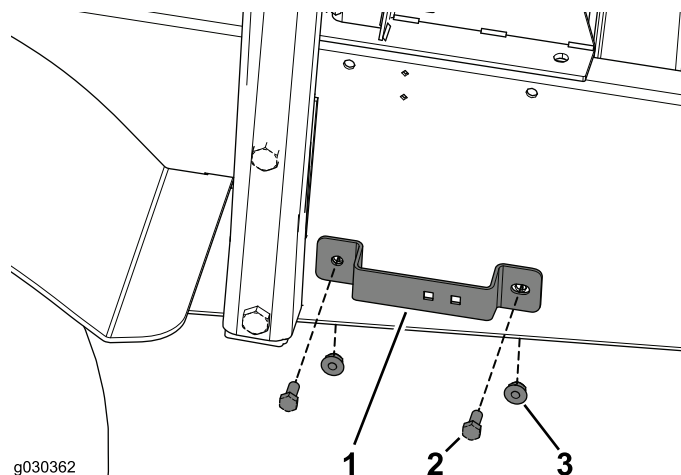

Figura 44
1. Fixe o suporte do tubo à estrutura da máquina utilizando os 2 parafusos de carroçaria (5/16 x 3/4 pol.) e 2 porcas flangeadas (Figura 44).